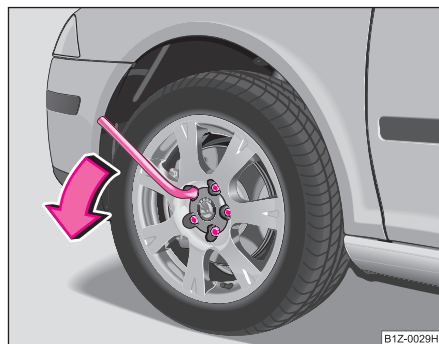

Fig. 204 Cambio de rueda: Aflojar los tornillos de rueda
- Asir por el extremo de la llave y girar el tornillo aproximadamente **una** vuelta hacia la izquierda ⇒ fig. 204.